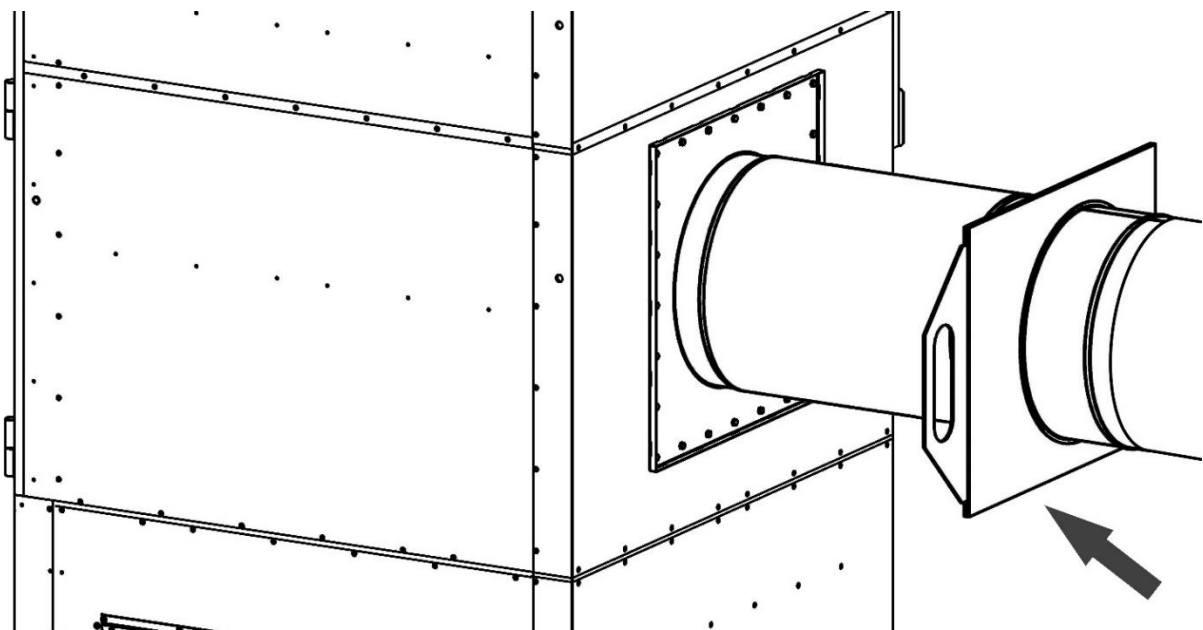

Рисунок 8
5.2.1 Между выходным соединительным патрубком и вытяжным вентилятором установить воздушную заслонку (рисунок 8). При первом пуске фильтра либо после замены картриджей заслонку перекрывают на половину, для уменьшения скорости потока очищаемого воздуха и предупреждения преждевременного износа картриджей.